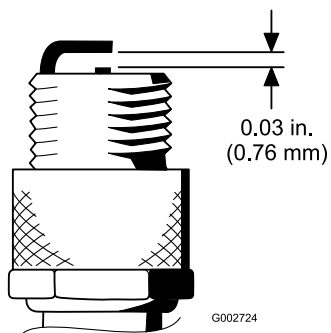

Figura 28
4. Impostate la distanza tra il centro e il lato degli elettrodi a 0,76 mm (Figura 28). Montate la candela con la giusta distanza tra gli elettrodi e la guarnizione di tenuta, quindi serrate la candela a 23 Nm. In mancanza di una chiave torsionometrica, serrate a fondo il tappo.